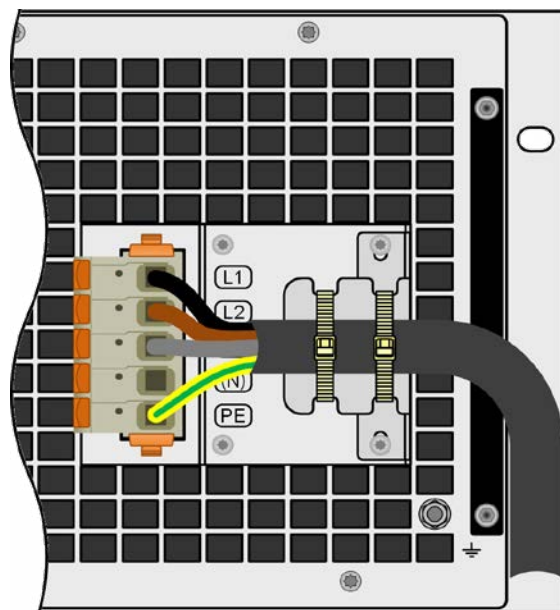

Figure 12 - Bride de soulagement entièrement montée
2. Mettre en place la bride et la fixer avec les vis plus longues fournies (M3x8) et les rondelles de serrage. Voir *Figure 12* ci-dessous.